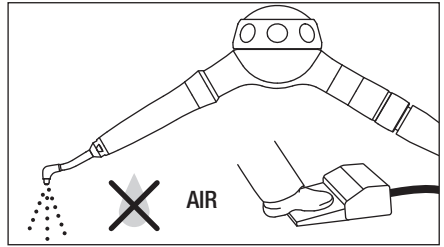

Fig. 6
- 2) Opere en vacío sólo con el aire y elimine el contenido de agua y el polvo del interior de la boquilla. (Fig. 6)